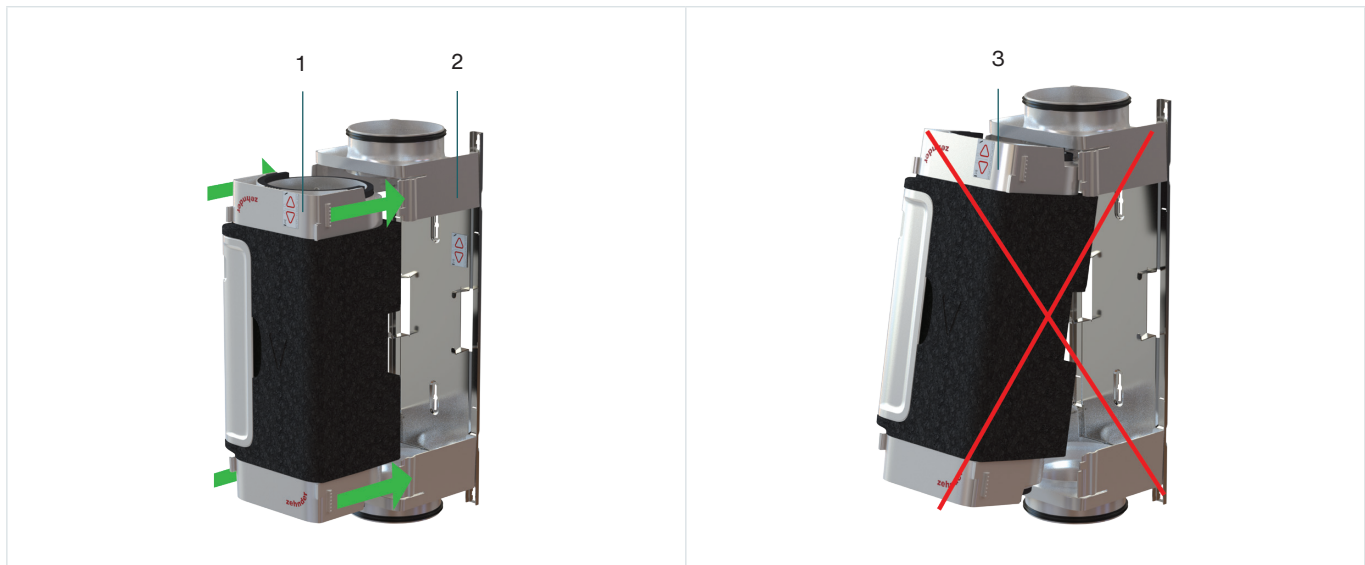

Abb. 5.3 - Einsetzen der VM in den VM-frame
3. Setzen Sie das VM-interior (Abb. 5.3, Pos. 1) gerade (senkrecht) zurück in den VM-frame (Abb. 5.3, Pos. 2).
Das schräge Einsetzen (Abb. 5.3, Pos. 3) der VM führt zu Schäden an der VM. Platzieren Sie die VM immer waagerecht wie in Abb. 5.3, Pos. 1 und Pos. 2.
3. Setzen Sie das VM-interior (Abb. 5.3, Pos. 2) gerade (senkrecht) zurück in den VM-frame (Abb. 5.3, Pos. 2).